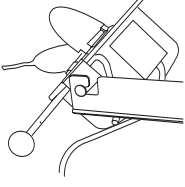

Rys. 4
- **Montaż zbiornika do przygotowywania popcornu (rys. 4)**